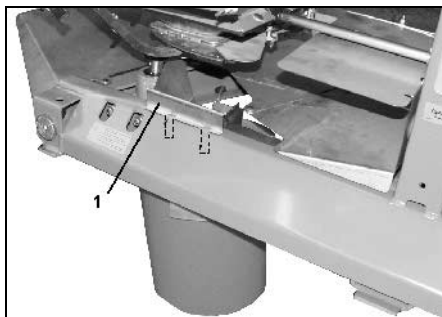

Fig. 32
- Utloppet hängs upp (Fig. 32/1) i ramen
- Måttåget hängs upp med bygel (Fig. 32/1) i spåren i ramen.